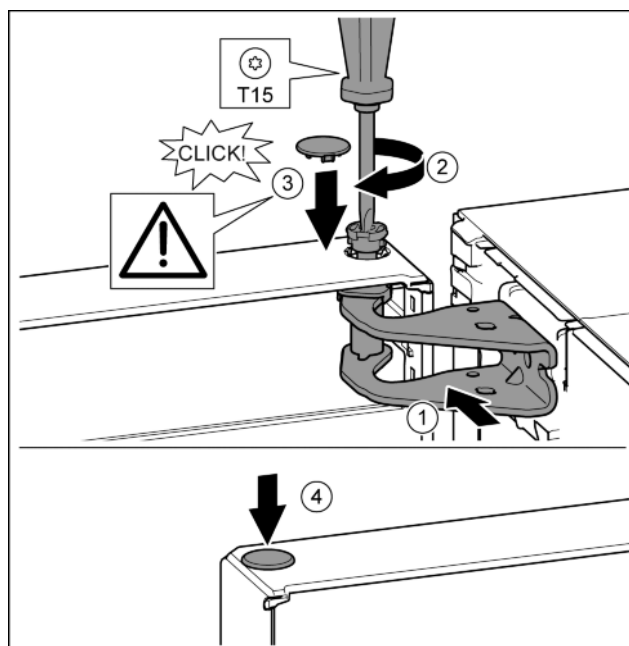

Fig. 15
- ▶ Дверь вверх выровнять по отверстию в опорном кронштейне. Fig. 15 (1)
- ▶ Вставить палец и затянуть отверткой T15. Fig. 15 (2)
- ▶ Установить предохранительную крышку для защиты двери: вставить предохранительную крышку и проверить, прилегает ли она к двери. В ином случае вставить палец полностью. Fig. 15 (3)
- ▶ Вставить заглушку. Fig. 15 (4)